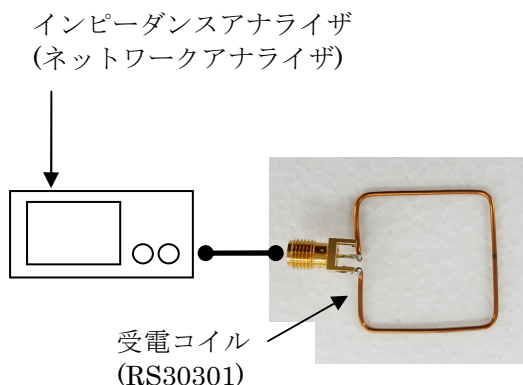

図 12. 送電コイルのインダクタンス測定
- ① 送電コイルと同様に受電コイルのインダクタンスを測定する。図 12 のようにインピーダンスアナライザまたはネットワークアナライザに受電コイルを接続し、6.78MHz で測定を行う。